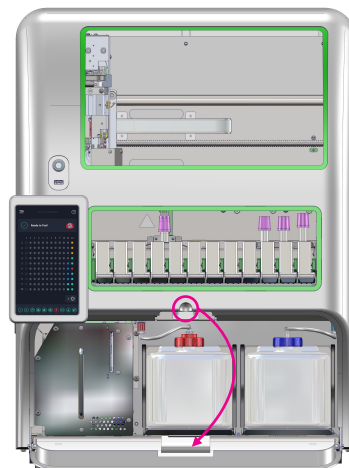

Figura 60
1. Aprire lo sportello anteriore per accedere allo scomparto del flacone (Figura 60).